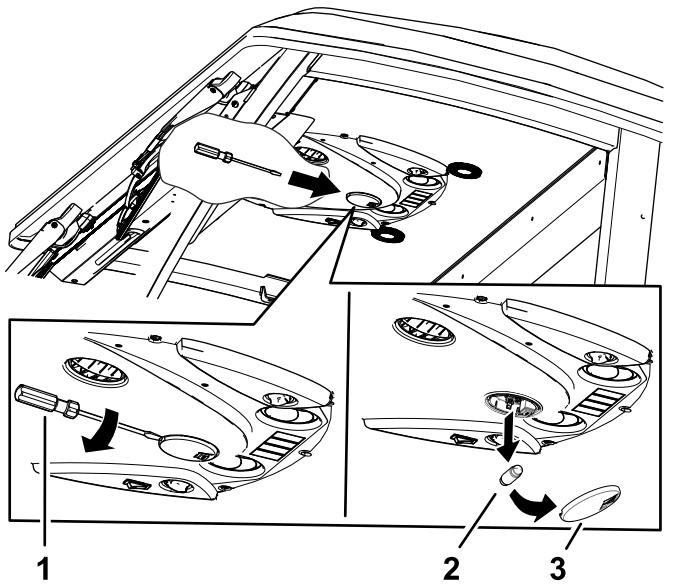

図 84
1. ねじ回しを使ってコントロールパネルからレンズを外す図 84。
2. ベースから電球を外す図 84。